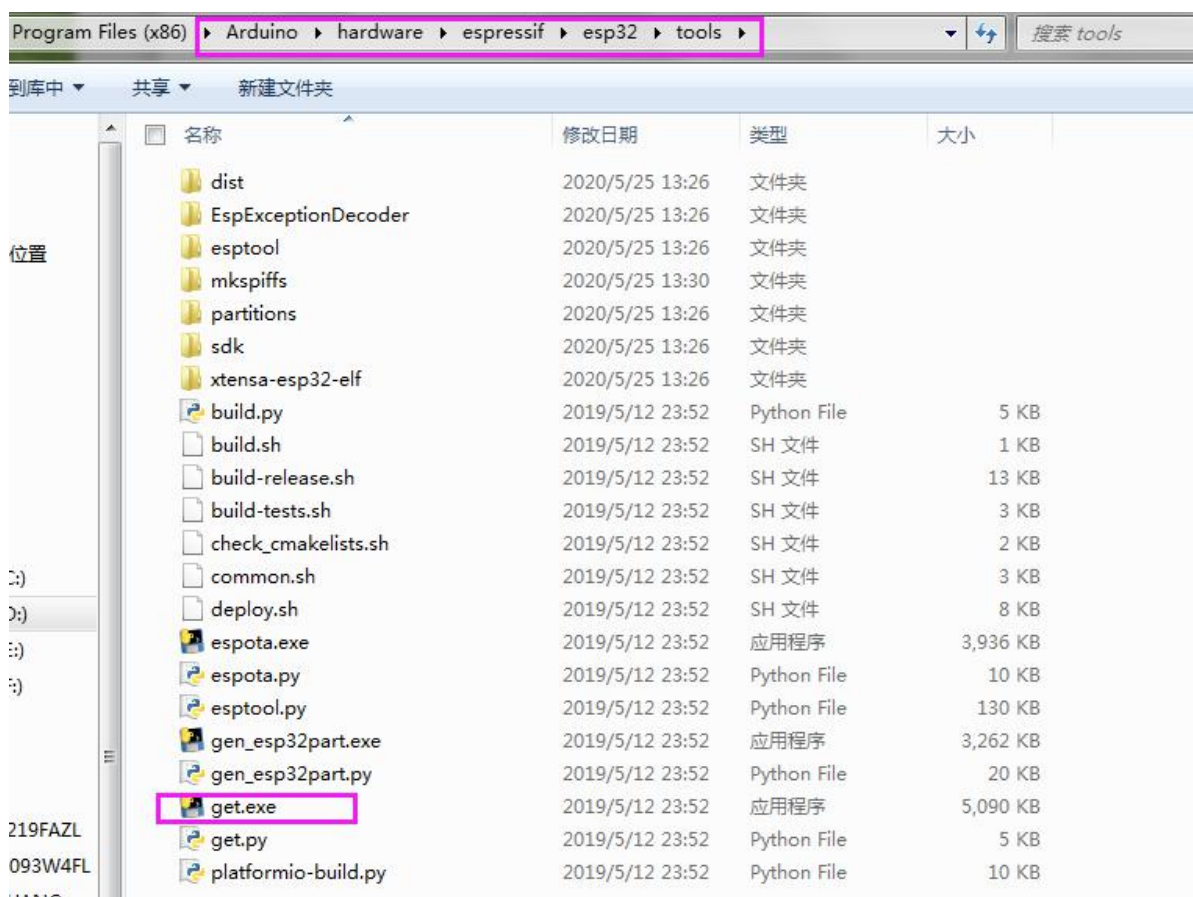

图 8 运行 get.exe 文件
3) 在 esp32/tools 中运行 get.exe (前提是安装了 python 插件)，如图 8 所示。